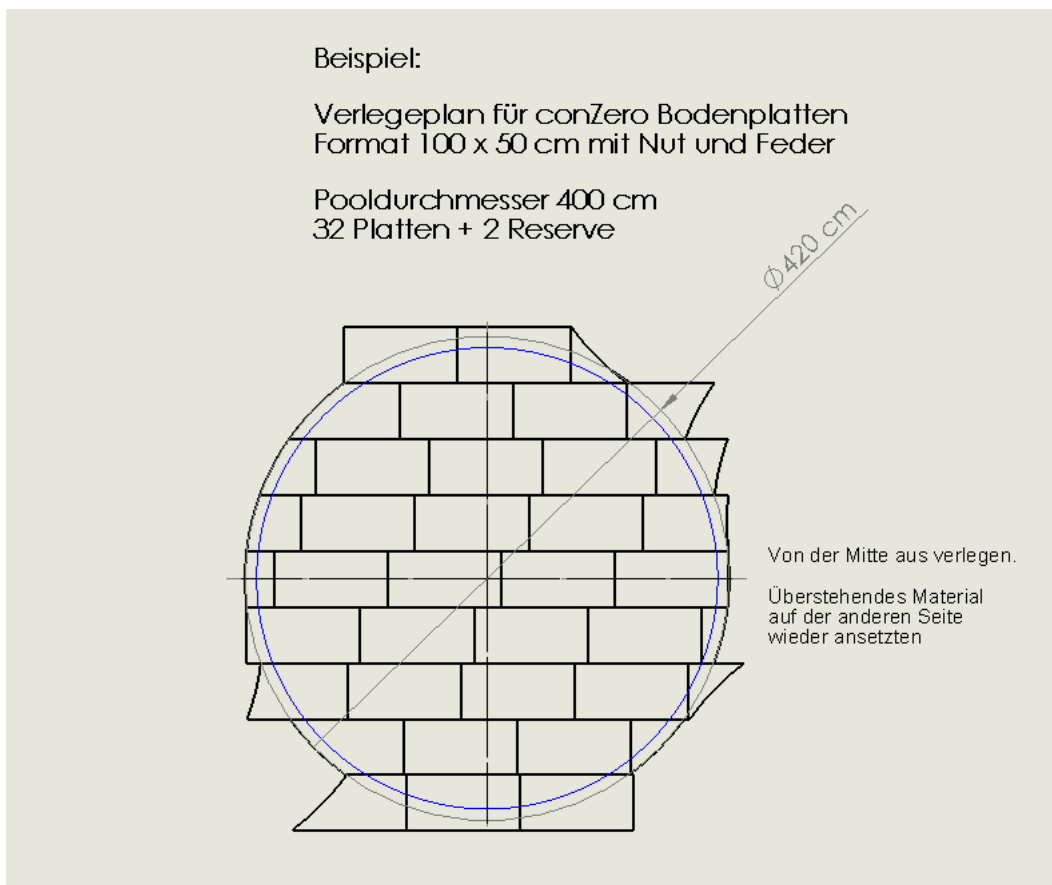

Bild 2
Schritt 2: Die Schaltafeln nun auf die bereits verlegten Bodenplatten aufbringen (Bild 2). Dadurch können die weiteren conZero Bodenplatten sowohl im Knien als auch im Stehen verlegt werden. Dellen in der conZero Bodenplatte und Mulden im Split Bett können so vermieden werden.